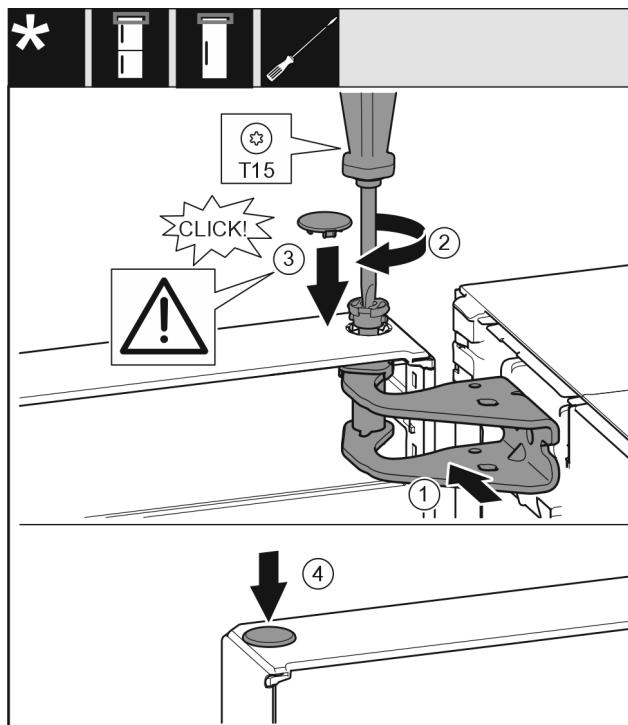

Fig. 21
- ▶ Dvere hore vyrovnejte s otvorom v ložiskovej konzole. Fig. 21 (1)
- ▶ Vložte čap Fig. 21 (2) a pevne ho priskrutkujte skrutkovačom.
- ▶ Namontujte poistný kryt Fig. 21 (3) pre poistku dverí: Nasadte poistný kryt a skontrolujte, či prilieha ku dverám. Inak čap vložte úplne.
- ▶ Vložte zátku Fig. 21 (4).